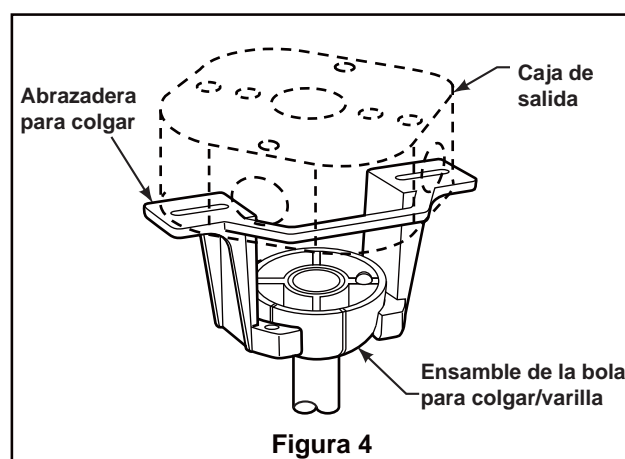

Figura 4
4. Coloque el soporte de la varilla y alinee los orificios de la clavija de horquilla en ambas piezas. Instale la clavija de horquilla y asegúrela con la pinza de horquilla. Fije los dos tornillos de presión y las tuercas de seguridad en el soporte de la varilla interior. (Figura 4)
2. Levante cuidadosamente el ventilador y coloque el ensamble de la bola para colgar/varilla en la abrazadera para colgar que acaba de fijar a la caja de salida. Asegúrese de que la ranura de la bola esté alineada con la lengüeta de la abrazadera para colgar. (Figura 4)
3. Una vez que se ha realizado la conexión, deslice el receptor en el soporte del colgador, teniendo cuidado de no pillar los cables. El dosel cubrirá el receptor y el soporte del colgador. (Figura 4)